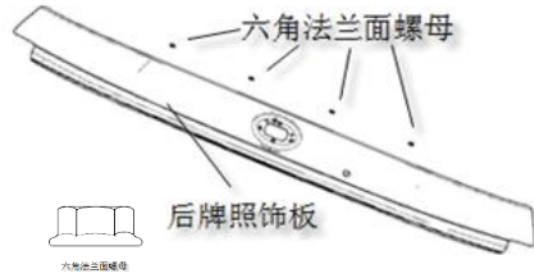

图 2-24
- (1) 打开行李箱盖，将行李箱护板拆掉；
- (2) 用 10# 套筒将 4 个六角法兰面螺母拆掉，如图 2-24 所示；
- (3) 延 x 方向向外拉后牌照饰板，使板用类卡扣脱离钣金，即完成后牌照饰板的拆卸；
- (4) 按照与拆卸相反的顺序安装后牌照饰板。